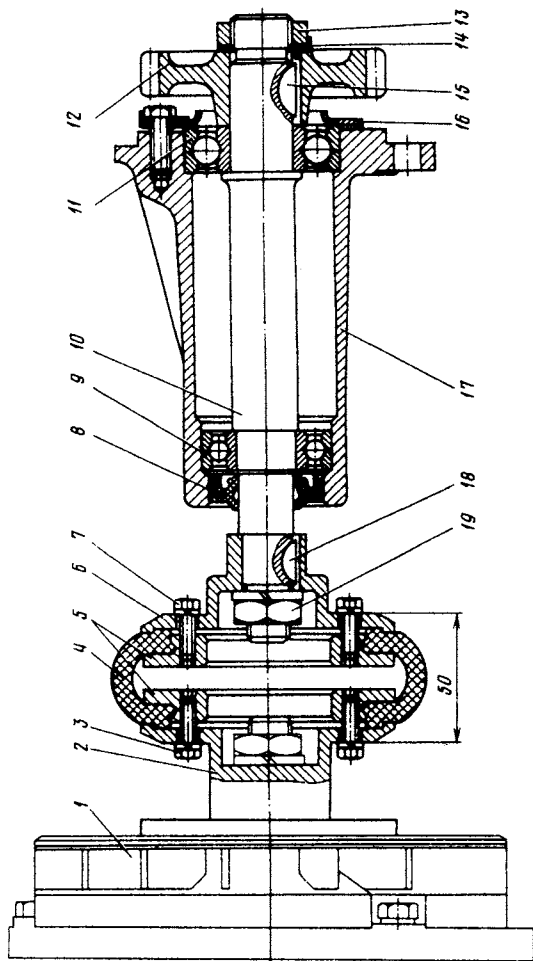

Рис. 78. Привод генератора:
б) во внутреннюю полость оболочки 4 (рис. 78) вставить два кольца 5 таким образом, чтобы внутренний буртик оболочки вошел в соответствующие проточки колец; при необходимости пользоваться отверткой с притупленными краями рабочей части;
3. Генератор в сборе с муфтой установить на кронштейн и продвинуть его в сторону привода до соприкосновения торца оболочки с торцом ведущей полумуфты 6. После этого перемещением генератора в осевом направлении установить размер 50 мм между наружными плоскостями ведущей и ведомой полумуфт, как показано на рис. 78.